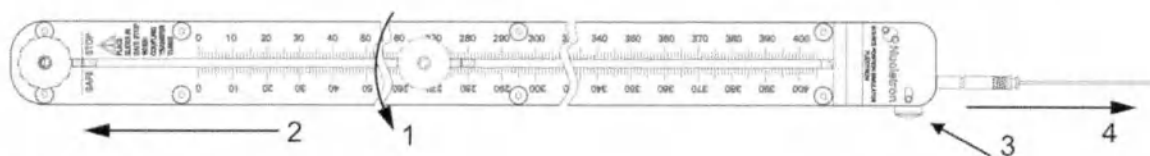

Рис. 19: полностью отведите кабель
- Отвинтите ручку управления (1) и полностью отведите кабель симулятора источника или провод симулятора (2); ручка управления находится в наиболее удаленном от кнопки разблокировки положении — см. Рис. 19.